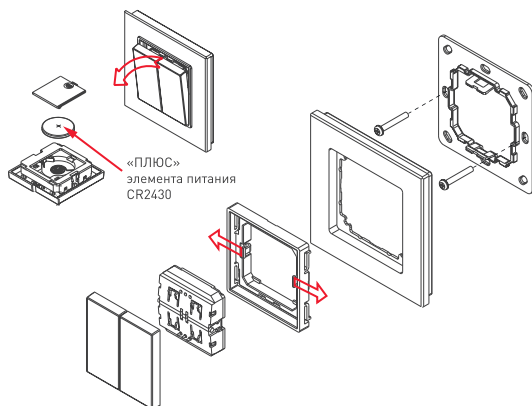

Рисунок 1. Установка элемента питания и монтаж панели.
2. Установите элемент питания CR2430 в панель (см. Рис. 1).